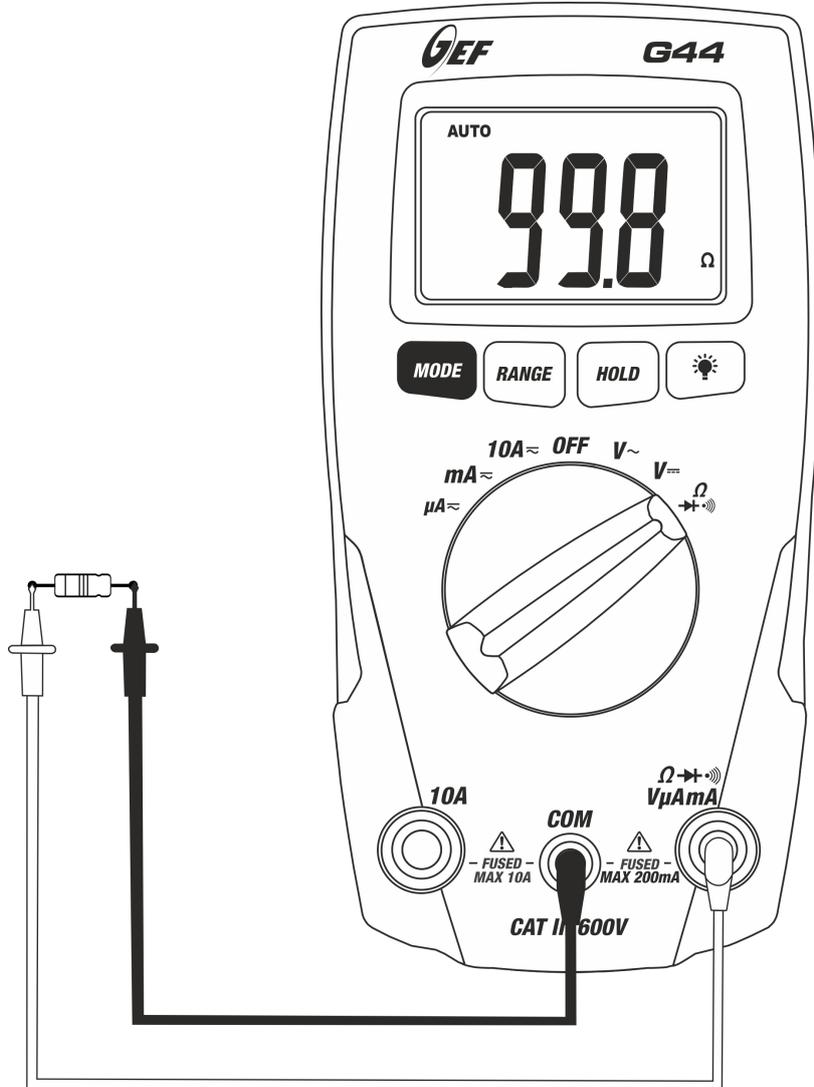

Fig. 4: Uso del instrumento en medida de Resistencia
3. Inserte las dos puntas de prueba en el punto deseado del circuito (ver Fig. 4), luego el instrumento muestra el resultado